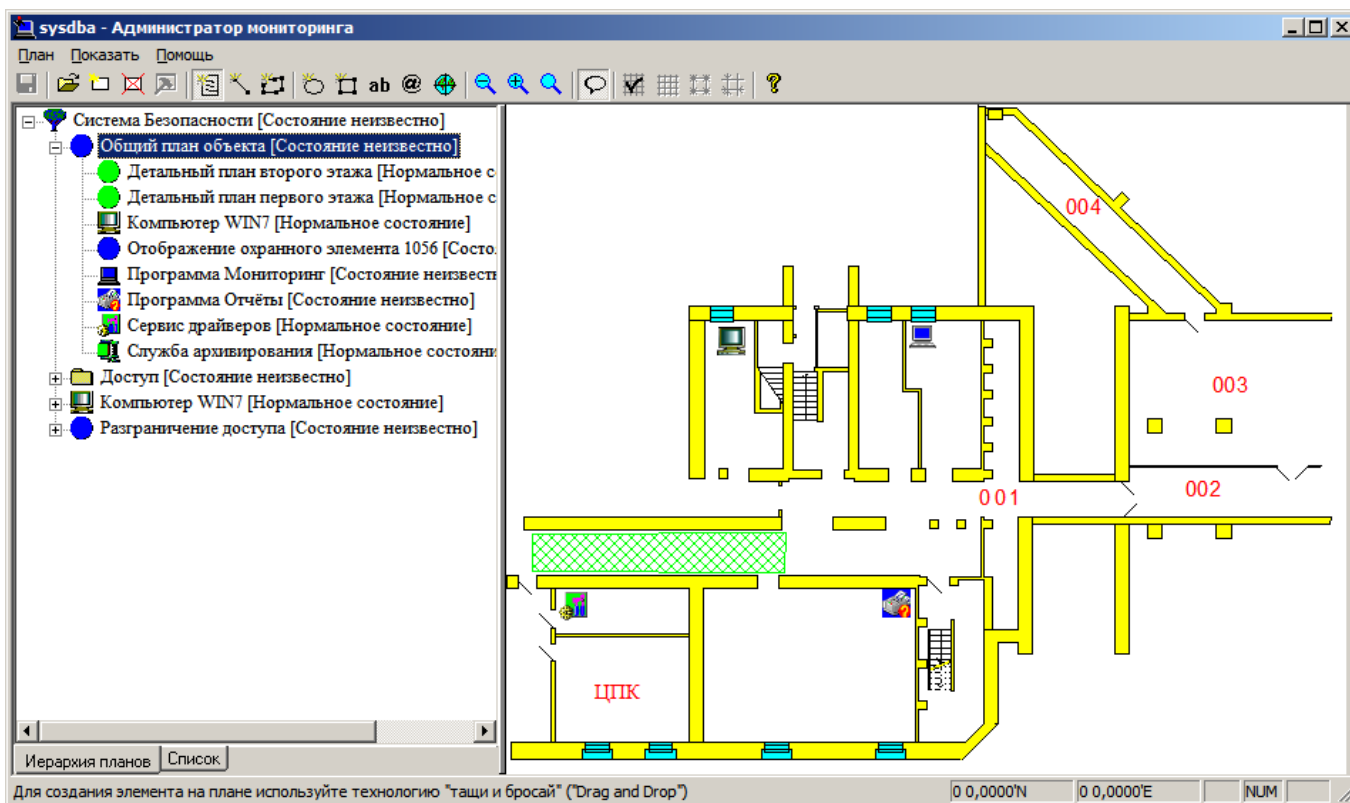

Рисунок 19 – Окно программы «Администратор мониторинга»
1. Запустите программу «Администратор мониторинга». В окне авторизации введите имя оператора **sysdba**, пароль **Masterkey9600613**. Окно программы разделено на две части: слева отображается полное дерево элементов Системы безопасности, справа расположена рабочая область для нанесения иконок на изображение плана. В верхней части окна расположено стандартное меню и панель инструментов (рисунок 19).